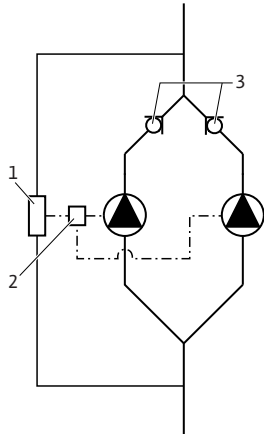

fig. 19: Installazione nel tubo a Y
Se due pompe singole in una costruzione con tubo a Y devono essere alimentate da un sensore di pressione differenziale (fig. 19, pos. 1) è necessario uno splitter DDG (fig. 19, pos. 2).
Il sensore di pressione differenziale (fig. 19, pos. 1) deve essere collegato a monte e a valle della valvola di ritegno installata nella costruzione con tubo a Y (fig. 19, pos. 3).